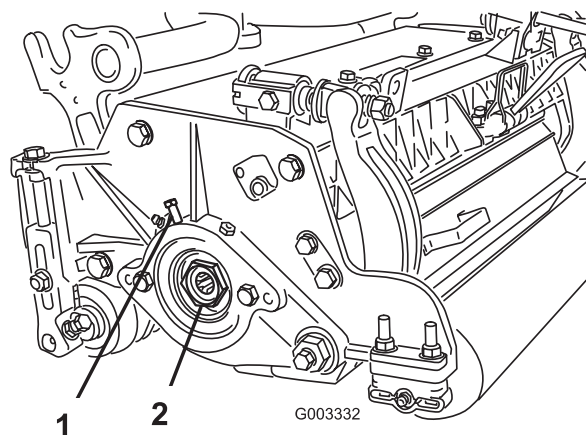

Figure 20
A. Desserrez la vis extérieure de fixation de l'écrou de réglage au logement de roulement situé sur le côté gauche du plateau de coupe (Fig. 20).